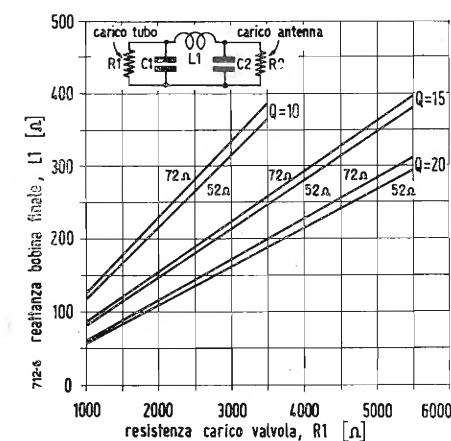
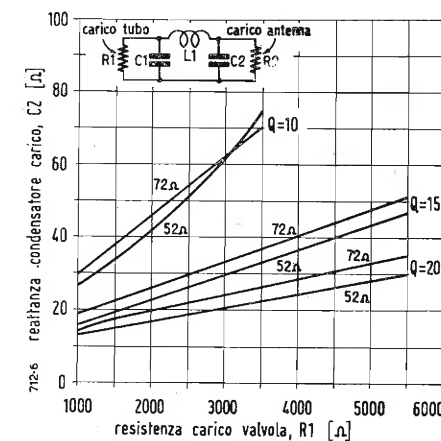
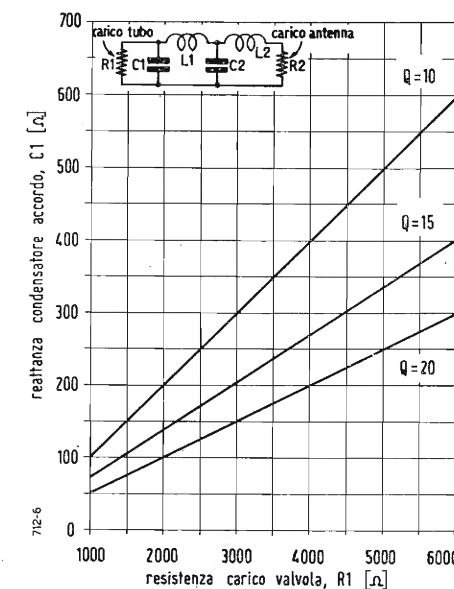

Fig. 1 - Reattanza della bobina  $L_1$  in funzione della resistenza di carico della valvola  $R_1$  (per circuiti a P).
Fig. 2 - Reattanza del condensatore  $C_2$  in funzione della resistenza di carico della valvola  $R_1$  (per circuiti a P).
Fig. 3 - Reattanza del condensatore  $C_1$  in funzione della resistenza di carico della valvola  $R_1$  (per circuiti a P e a PL).
5) Determinare la resistenza di carico dell'antenna. Questi grafici sono stati tracciati per carichi di 52 o 72 Ω essendo di questo valore l'impedenza dei cavi coassiali che generalmente si usano. Stabilito quanto sopra si potrà ricavare la reattanza della bobina del circuito finale dal grafico di fig. 1, la reattanza del condensatore di carico  $C_2$  dalla fig. 2 e la reattanza del condensatore d'accordo  $C_1$  dalla fig. 3. Queste reattanze possono essere convertite in induttanza e capacità alla frequenza di funzionamento desiderata usando i grafici per la reattanza del